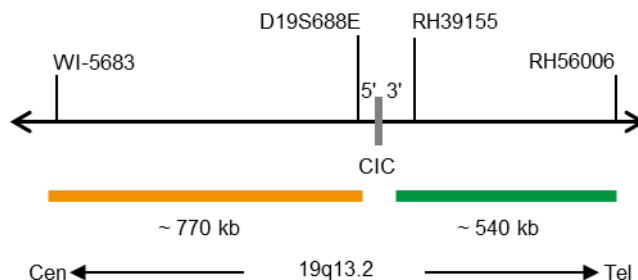

Abb. 1: SPEC CIC Sondenlokalisierung (nicht maßstabsgetreu)
- ZyGreen (Anregung 503 nm/Emission 528 nm) markierten Polynukleotiden (~10 ng/μl), die gegen Sequenzen in 19q13.2* (chr19:42,835,047-43,374,575) gerichtet sind, welche distal zur CIC-Bruchpunktregion lokalisiert sind (siehe Abb. 1).
- ZyOrange (Anregung 547 nm/Emission 572 nm) markierten Polynukleotiden (~4,5 ng/μl), die gegen Sequenzen in 19q13.2* (chr19:41,980,301-42,751,339) gerichtet sind, welche proximal zur CIC-Bruchpunktregion lokalisiert sind (siehe Abb. 1).